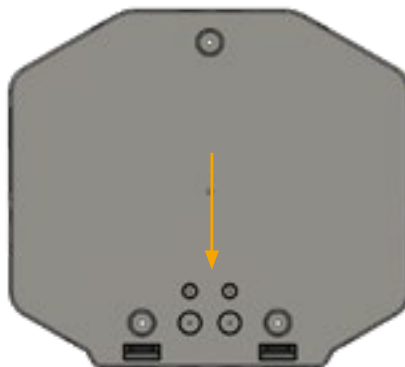

Abbildung 15: Löcher für eine rückseitige Zuleitungseinführung
- a. Optional: Bohren Sie für eine rückseitige Zuleitungseinführung mit einem geeigneten Bohrwerkzeug (\varnothing 21,5mm bzw. \varnothing 29,5mm) Löcher für die Kabeltüllen an die entsprechend dafür vorgesehenen Gehäusestellen auf der Rückseite des Gehäuses. (Abbildung 15)
6. Zeichnen Sie die Montagelöcher an (Abbildung 15, Pfeile).